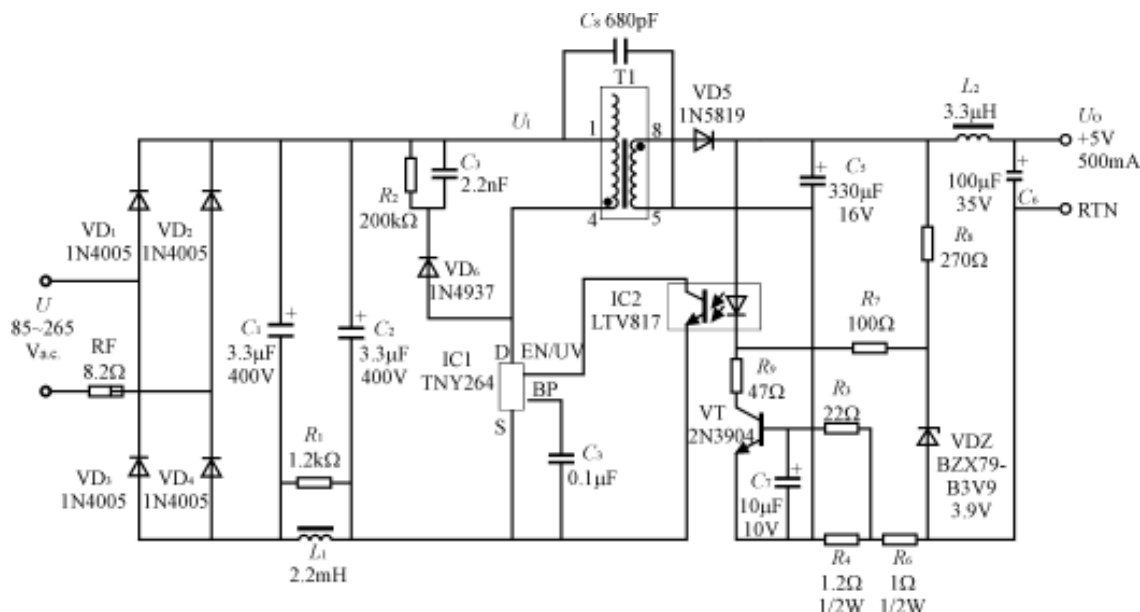
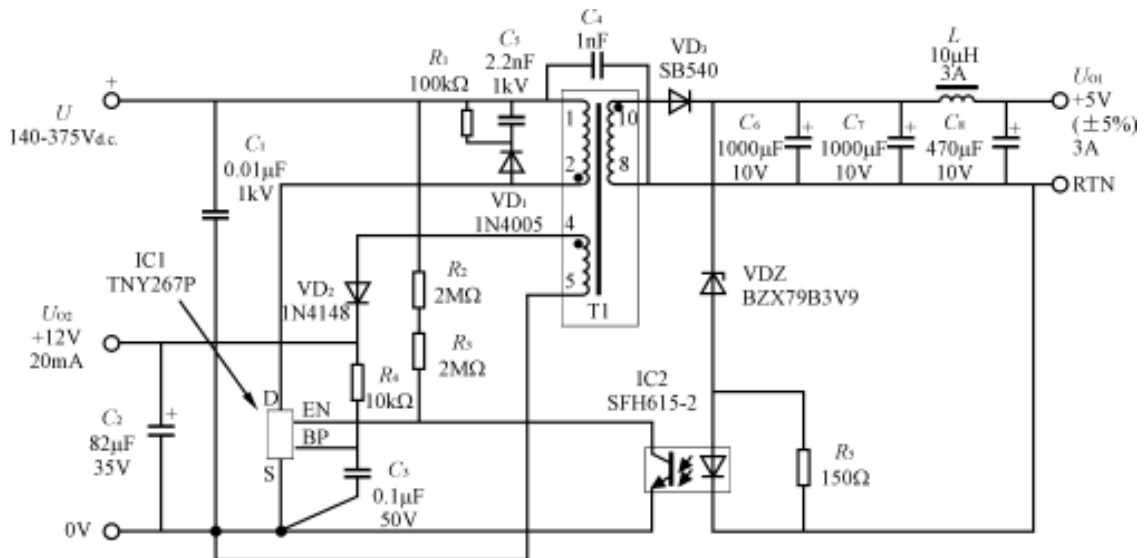

图 1: 2.5W 恒压 / 恒流式手机电池充电器
图 2: 15W 的 PC 机待机电源电路
由 TNY264 (IC1) 构成的 2.5W (5V、0.5A)、交流宽范围输入的手机电池充电器电路，如图 1 所示。RF 为熔断电阻器。85V~265V 交流电经过 VD1~VD4 桥式整流，再通过由电感 L1 与 C1、C2 构成的 π 型滤波器，获得直流高压 U_I 。R1 为 L1 的阻尼电阻。利用 TNY264 的频率抖动特性，允许使用简单的滤波器和低价格的安全电容 C8 (Y 电容) 即可满足抑制初、次级之间传导式电磁干扰 (EMI) 的国际标准。即使发生输出端容性负载接地的最不利情况下，通过给高频变压器增加屏蔽层，仍能有效抑制 EMI。由二极管 VD6、电容 C3 和电阻 R2 构成的钳位保护电路，能将功率 MOSFET 关断时加在漏极上的尖峰电压限制在安全范围以内。当输出电流 I_O 低于 500mA 时，电压控制环工作，电流控制环则因晶体管 VT 截止而不起作用。此时，输出电压 U_O 由光耦合器 IC2 (LTV817) 中 LED 的正向压降 ($U_F \approx 1V$) 和稳压管 VDZ 的稳压值 ($U_Z = 3.9V$) 来共同设定，即 $U_O = U_F + U_Z \approx 5V$ 。电阻 R8 给稳压管提供偏置电流，使 VDZ 的稳定电流 I_Z 接近于典型值。次级电压经 VD5、C5、L2 和 C6 整流滤波后，获得 +5V 输出电压。
磁珠 (Magneticbead) 是近年来问世的一种超小型的非晶合金磁性材料, 它与铁氧体属两种材料。市售的磁珠外形与塑封二极管相仿, 外形呈管状, 但改用磁性材料封装, 内穿一根导线而制成的小电感。常见磁珠的外形尺寸有 $\Phi 2.5 \times 3$ (mm)、 $\Phi 2.5 \times 8$ (mm)、 $\Phi 3 \times 5$ (mm) 等多种规格。供单片开关电源使用的磁珠, 电感量一般为几至几十 μH 。磁珠的直流电阻非常小, 一般为 $0.005 \Omega \sim 0.01 \Omega$ 。通常噪声滤波器只能吸收已发生了的噪声, 属于被动抑制型; 磁珠的作用则不同, 它能抑制开关噪声的产生, 因此属于主动抑制型, 这是二者的根本区别。磁珠可广泛用于高频开关电源、录像机、电子测量仪器、以及各种对噪声要求非常严格的电路中。图 1 中的滤波电感 L_2 , 就选用 $3.3 \mu\text{H}$ 的磁珠, 可滤除 VD_5 在反向恢复过程中产生的开关噪声。
一种输出功率为 15W 的 PC 机待机电源电路如图 2 所示。该电源可提供两路输出: 主输出为 $+5\text{V}$ 、 3A ; 辅助输出则为 $+12\text{V}$ 、 20mA 。总输出功率为 15.24W , 电源效率高于 78% 。电路中采用两片集成电路: TNY267P 型微型单片开关电源 (IC1), SFH615 2 型线性光耦合器 (IC2)。直流输入电压为 $140\text{V} \sim 375\text{V}$, 这对应于交流输入电压为 $230\text{V} \pm 15\%$ 或者 $110 / 115\text{V}$ 倍压输入的情况。利用 TNY267P 的欠压检测、自动重新启动和高频开关特性, 允许使用体积较小、价格较低的 EE22 型高频变压器磁芯。TNY267P 芯片采用的是 DIP 8 封装形式, 它能滤除因输出滤波电容缓慢放电而引起自动重新启动时, 在输出电压波形上形成的毛刺。当输入电压低于欠压值时, TNY267P 就自动关断, 起到保护作用; 仅当输入电压高于欠压阈值时才工作。 R_2 、 R_3 为欠压阈值设定电阻。二者的总阻值选 $4\text{M}\Omega$ 时, 欠压阈值设定为直流 200V , 整流后的直流高压 U_I 必须高于 200V 时, 才能开启电源。而一旦开启电源, 就将持续工作, 直到 U_I 降至 140V 才关机。这种滞后式关机的特性, 可为待机电源提供所需的保持 (Holdup) 时间。
(2) 为了降低损耗, 提高电源效率, 次级整流管宜采用肖特基势垒二极管 (SchottkyBarrierDiode, 英文缩写为 SBD), 简称肖特基二极管。这种管子具有正向压降低 ($UF \approx 0.4V$)、功率损耗小、反向恢复时间短 (trr 可小到几 ns) 等优点, 适合用做低压、大电流整流或续流。
(3) 选择输出功率较大的 TinySwitch II 芯片, 有助于提高电源效率。例如在图 2 所示的电路中, 选择 TNY267 时电源效率的下限值为 78%; 若采用 TNY266、TNY264, 就依次降为 76%、74%。
(4) 在特定的应用中, TinySwitch II 的最大输出功率随热环境 (包括环境温度, 散热条件, 通风状况以及电源采用密封式还是敞开式等因素)、高频变压器磁芯的尺寸、工作方式的设计 (连续模式或不连续模式)、所需功率、输入电压的最小值、输入级滤波电容的容量、输出整流管的正向压降等条件而变化, 可能与 TinySwitch II 系列第二代微型开关电源的原理一文中的表 1 中所列的典型值不同 [见《电源技术应用》2001 (11)]。
(5) TinySwitch II 能滤除高频变压器产生的音频噪声。允许采用普通结构的浸漆变压器, 磁芯之间也可以不用胶粘接。当开关电源随负载的减轻而产生音频干扰时, TinySwitch II 就通过不连续地减小极限电流值, 以滤除音频噪声。
(6) 图 1 中的 LTV817 型线性光耦合器, 可用 PC817 或 PC817A 来代替。它们的技术参数基本相同, 电流传输比 $CTR=80\% \sim 160\%$, 反向击穿电压 $U(BR)_{CEO} \geq 35V$ 。
(7) 在图 2 所示电路中, 待机电源若选择 TNY266P 芯片, 输出功率就降为 10W。此时可选 EE16 型高频变压器磁芯, 并且还可以去掉滤波电容 C7。